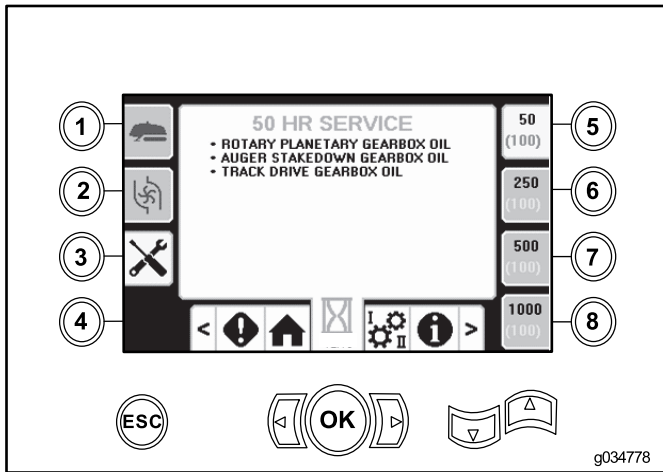

Bild 6
- Taste 5: Wartungsplan mit 50 Stunden (Bild 6)